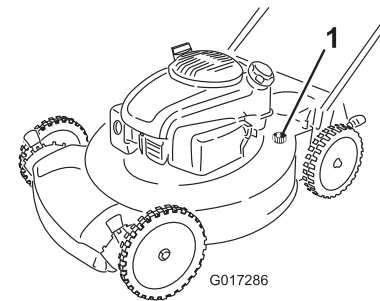

Figura 24
4. Conecte una manguera de jardín que esté conectada a un grifo al orificio de lavado de la máquina (Figura 24).